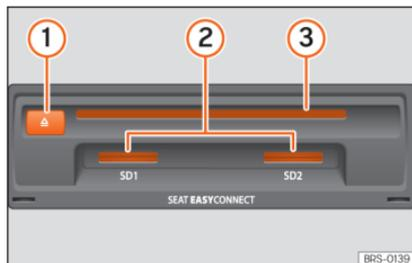

Abb. 224 Datenträger-Einschübe im Handschuhfach.
- CD oder DVD so weit in den DVD-Schacht »» **Abb. 224** ② einschieben, bis sie automatisch eingezogen wird.
Kompatible Speicherkarte mit der abgeschnittenen Ecke zuerst und mit der Beschriftung nach oben (Kontaktflächen nach unten) in den Speicherschacht »» **Abb. 224** ② oder »» **Abb. 199** ⑨ einschieben, bis sie einrastet.